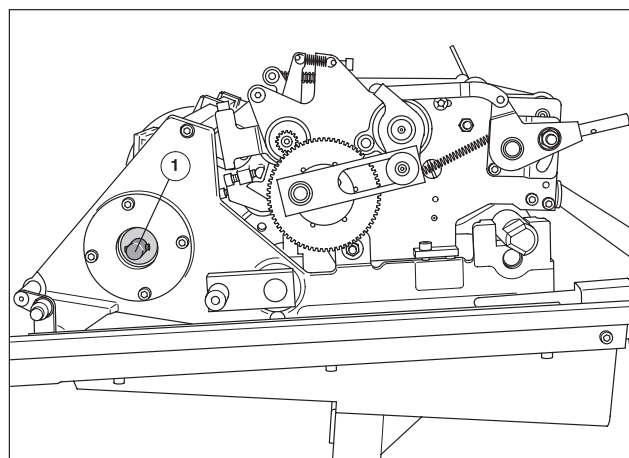
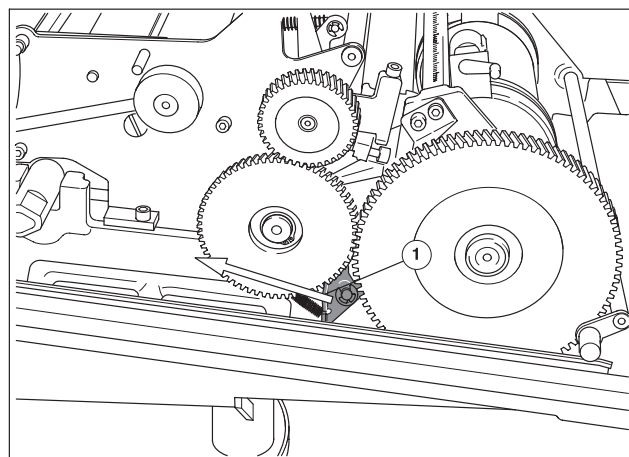

Рис. 29 Установка кривошипной рукоятки
Рис. 30 Ослабить стопорную защелку
- ① Выдвижной блок нумератора вынуть из машины.
- ② Кривошипную рукоятку с приемки установить на вал с посадочными кольцами на стороне привода (Рис. 29/1).
- ③ Нанести смывочное средство распылителем на валики красочного аппарата нумератора.
- ④ Стопорную защелку на приводной шестерне (Рис. 30/1) нажать по направлению стрелки и держать нажатой во время смывки.
- ⑤ Красочный аппарат нумератора поворачивать кривошипной рукояткой против часовой стрелки, пока не завершится смывка. При необходимости добавить другое смывочное средство.
- ⑥ Красочный ящик и дуктор почистить вручную.